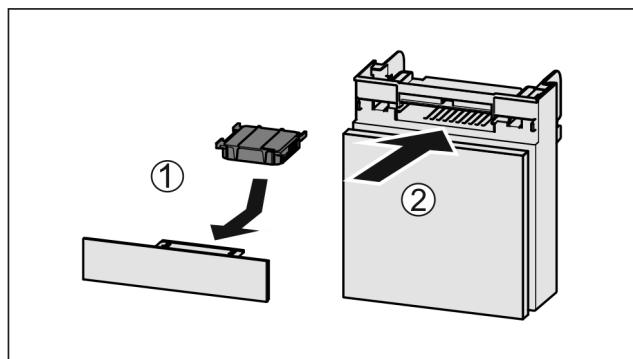

Fig. 42
- ▶ 按图装入 Fig. 42 (1) 活性炭过滤器。
- ▶ 推入 Fig. 42 (2) 抽屉。